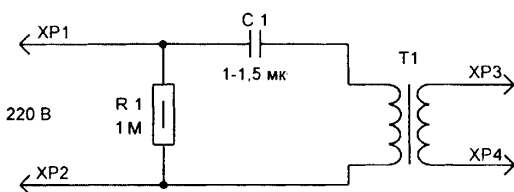

рис. 3
3. ...после перемотки (внавал и до заполнения каркаса) первичной обмотки вышедшего из строя силового трансформатора от импортной магнитолы, ток его холостого хода больше 20-30 мА и температура обмотки увеличивается со временем, избежать перемотки обмотки позволит последовательное включение с ней конденсатора такой емкости, чтобы ток холостого хода не превышал вышеуказанные пределы, а трансформатор не разогревался **(рис.3)**. Как показывает опыт, некоторое снижение напряжения на вторичной обмотке практически не влияет как на параметры приемника, так и на параметры магнитофона, в связи с тем что они имеют достаточный запас работоспособности при уменьшении величины напряжения питания. Этот метод уменьшает тепловые потери на силовых элементах стабилизаторов напряжения приемника и регулятора оборотов магнитофона. Естественно, что понижение напряжения питания приведет к некоторому уменьшению максимальной выходной мощности, что, однако, при эксплуатации на среднем уровне громкости практически неощутимо.